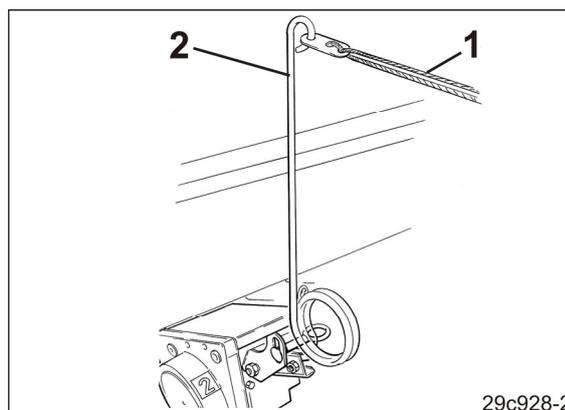

Рис. 125
13. Проложите трос (Рис. 125/1) для перемещения рычага управления (Рис. 125/2) распределительной коробкой (при наличии) в кабину трактора.